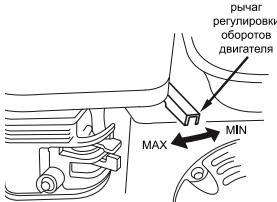

Рис. 9
9. Перевести рычаг регулировки оборотов двигателя на 1 /3 хода в сторону положения «MAX» (см. рис. 9).